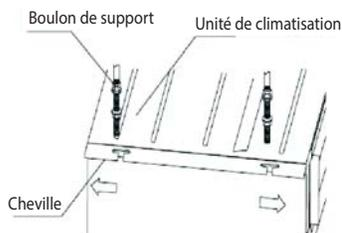

Figure 6 – Installation des boulons de fixation
1. INSTALLATION DES BOULONS DU SUPPORT – Installez les boulons du support aux endroits montrés (consultez la figure 6, vue de dessus). Utilisez des tiges entièrement filetées de 0,4 po (10 mm) de diamètre.